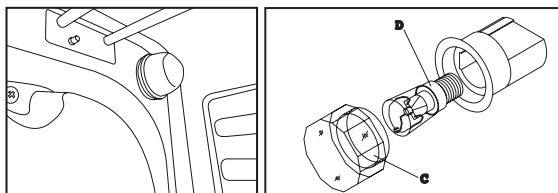

Fig.18
En la parte posterior del interior de los hornos, está ubicada la lámpara de iluminación interna. En caso de daño, desconecte primero el aparato, luego retire la tapa de protección desenroscándolo (C), desenrosque el bombillo (D) y reemplácelo por uno de las mismas características y vuelva a montar la tapa de protección (C) como se indica en la Fig.18.